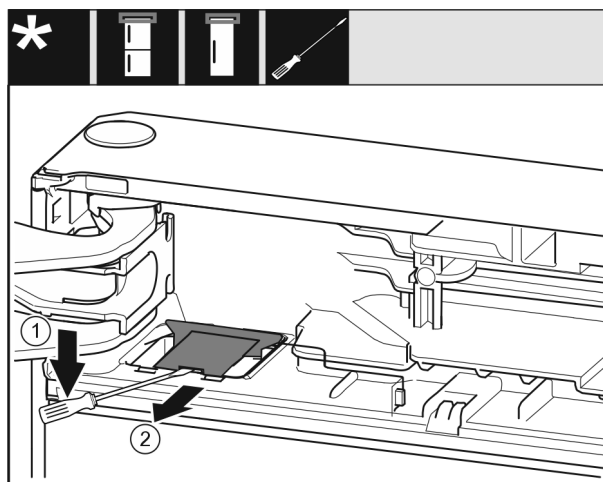

Fig. 12
- Plochým šroubovákem uvolněte kryt Fig. 12 (1).
- Vyjměte kryt Fig. 12 (2).